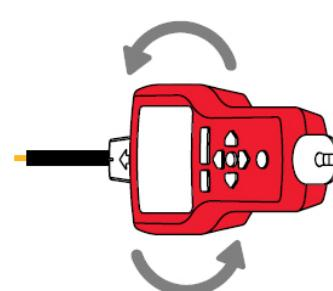

Abbildung 4.10c
6. Drehen Sie den Sender zum Überprüfen der Kabelrichtung hin und wieder um 90 °. Wenn das Kabel in Flucht mit der Vertiefung im Spitzensensor verläuft, erhalten Sie die höchste Signalstärke. (Siehe Abbildung 4.10c.)